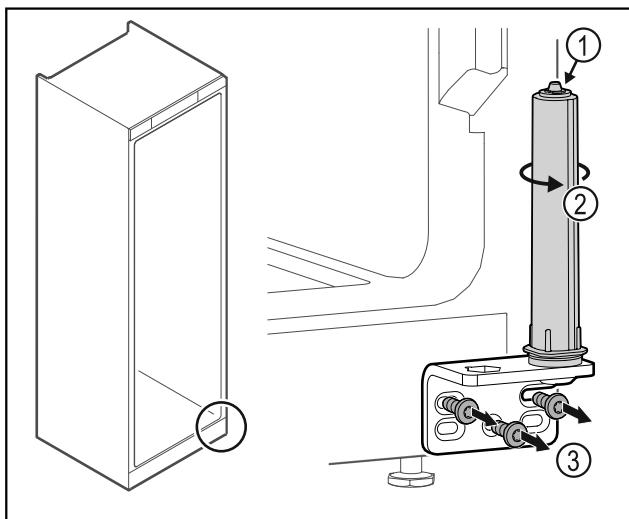

Fig. 30
- Nerozebírejte uzavírací systém dvířek Fig. 30 (1).
- ▶ Otáčejte uzavíracím systémem Fig. 30 (2), dokud nezacvakne.
- ▶ Odšroubujte úhelník závěsu Fig. 30 (3).